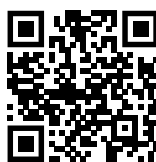

Fig. 158
- Öffnen sie das Liebherr SmartMonitoring Dashboard. (siehe Fig. 158)